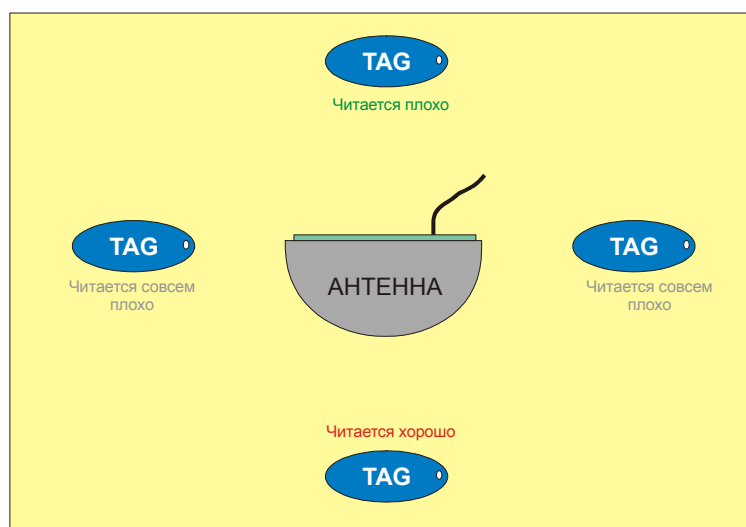

Рисунок 14. Зоны чтения тага.
- Правильно сориентировать антенны каждого из каналов. Антенны имеют достаточно выраженную диаграмму направленности, то есть при различной ориентации тага относительно антенны дальность считывания существенно меняется. Максимальная дальность получается при расположении тага по оси передней плоскости антенны, минимальная – при расположении тага параллельно плоскости антенны или сзади нее (рисунок 14).